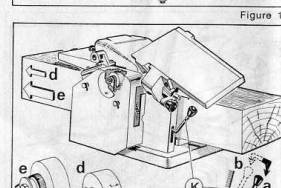

Figure 20
- débrayer à l'aide du levier K (a - fig. 20)
- relever le volet du carter-protecteur et mettre la courroie sur la poulie appropriée (voir fig. 20) c'est-à-dire sur :
- embrayer à nouveau (b - fig. 20).